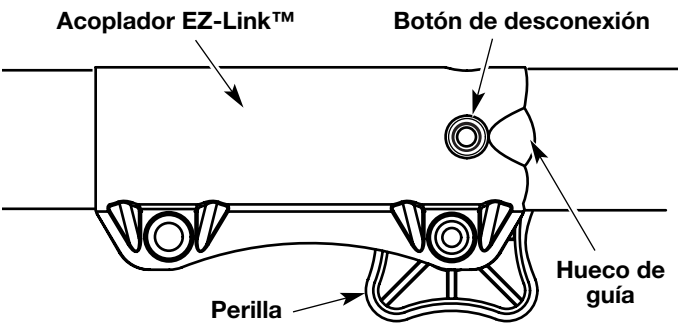

Fig. 6
1. Gire la perilla en sentido antihorario para aflojarla (Fig. 6).
2. Opima y sostenga el botón de desconexión (Fig. 6).
NOTA: La alineación del botón de desconexión con el huevo de guía facilitará la instalación (Fig. 6).